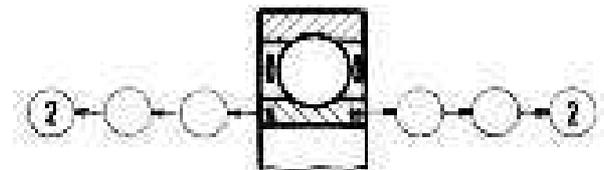

Fig. TP7-2
- La bague intérieure du roulement (4) est liée indirectement en translation avec l'arbre (2), à gauche en G, à droite en H. Indiquer sur la relation de contacts (fig. TP7-2) la suite des contacts entre la bague intérieure et l'arbre (2).